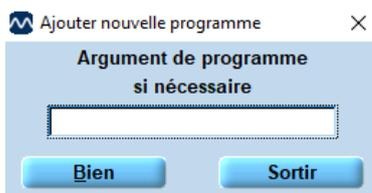

Figure 24
4. La fenêtre suivante apparaît. Si un argument est requis pour le programme, entrez le code ici et cliquez sur **Bien** (Figure 24).